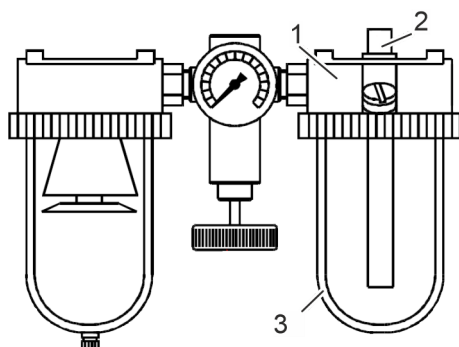

Fig. 16: Indstilling af olietågesmører
1. ➤ Kontrollér olieniveauet på olietågesmøreren (Fig. 16/1). Efterfyld olie ved lavt niveau ↗ *Kapitel 10.5 »Fyldning af olietågesmører«* på side 53.
2. ➤ Indstil oliemængden (dråber i minuttet) på doseringsskruen (Fig. 16/2) under driften. Dråbeantallet kan ses i skueglasset.